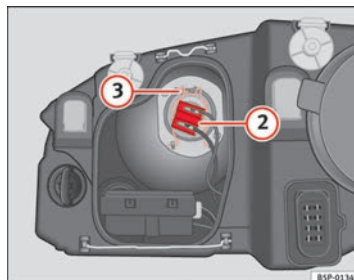

Abb. 188 Abblendlicht
- Ziehen Sie den Stecker ⇒ Abb. 188 ② von der Lampe ab.
- Nehmen Sie die Haltefeder ⇒ Abb. 188 ③ durch Eindrücken und Rechtsdrehung ab.